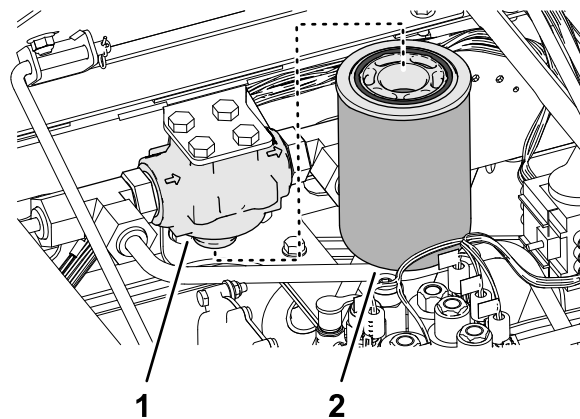

Рисунок 163
3. Очистите поверхность вокруг фильтра линии нагнетания и головки фильтра (Рисунок 163).